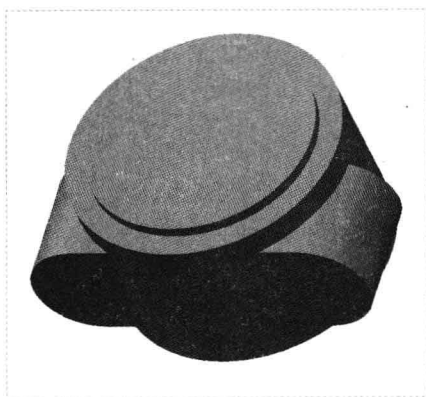

图 18-67 创建拉伸特征 3
Step 06 单击“关闭”面板中的“确定”按钮✓，完成截面绘制并退出草绘环境，返回“拉伸”选项卡；设置拉伸高度为 30，单击“应用并保存在工具中所做的所有更改，然后关闭工具操控板”按钮，完成拉伸特征的创建，如图 18-67 所示。